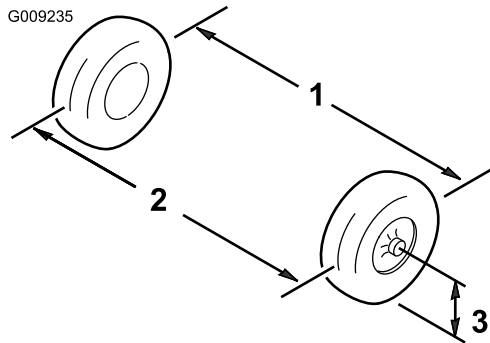

**Bild 45**
7. Wenn der Wert nicht zwischen 0-6 mm liegt, lösen Sie die Klemmmuttern an beiden Enden der Spurstange (Bild 45).